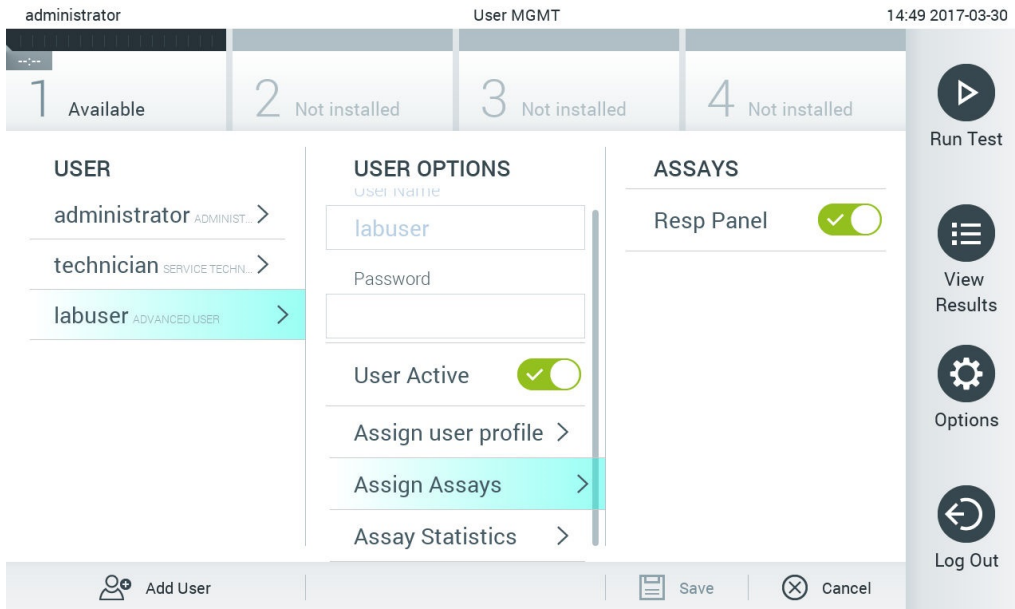

図 61. アッセイをユーザーに割り当てる。
- Assign Assays (アッセイの割り当て) : ユーザーが実行を許可されるアッセイデータベースのアッセイを定義できます。コンテンツエリアの右のリストからアッセイを選択します (図 61、次のページ)。